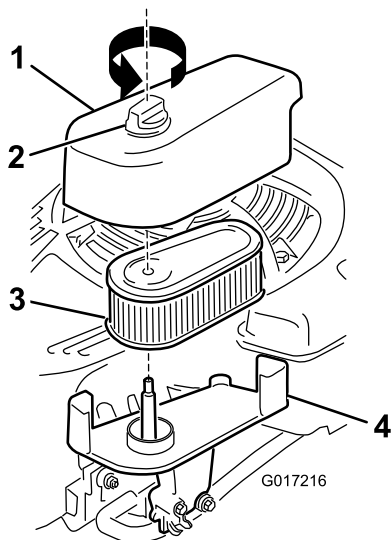

Рисунок 32
1. Ослабьте фиксатор и снимите крышку (Рисунок 32).